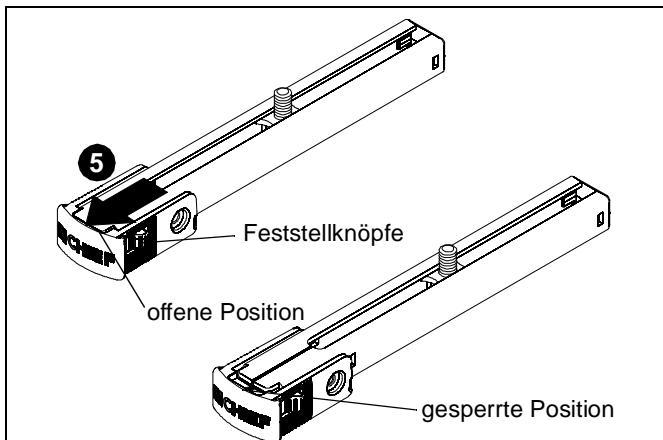

Abb. 5
- Drücken Sie fest auf die Feststellknöpfe am SLBU/SLMU-Bein (B) und schieben Sie gleichzeitig die Clip-Abdeckung von der eingeschlossenen Schiebebalkenhalterplatte weg, bis die Clip-Abdeckung versperrt ist. (See Figure 5)